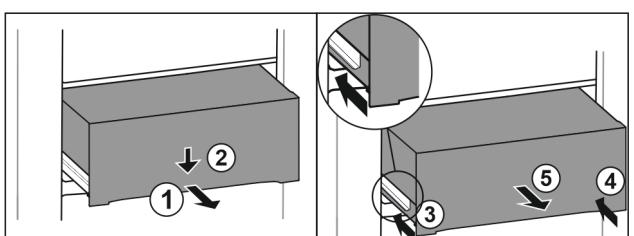

Fig. 57
- ▶ Изтеглете чекмеджето наполовина. Fig. 57 (1)
- ▶ Натиснете надолу чекмеджето от предната страна. Fig. 57 (2)
- ▶ Вкарайте лявата релса приблизително 2 см навътре. Fig. 57 (3)
- ▶ Вкарайте дясната релса приблизително 2 см навътре. Fig. 57 (4)
- ▶ Извадете чекмеджето напред. Fig. 57 (5)